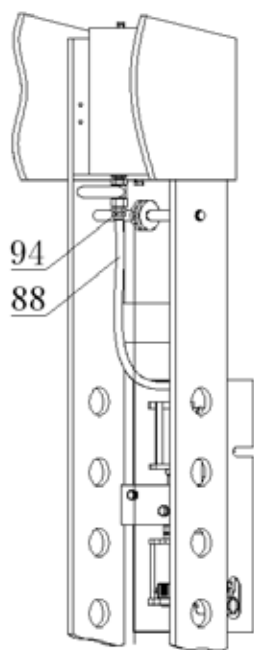

Figure 5
Brancher ensuite le flexible d'alimentation d'huile (88) au raccord de  $\frac{1}{2}$  po (94). (Se reporter à la Figure 5.)